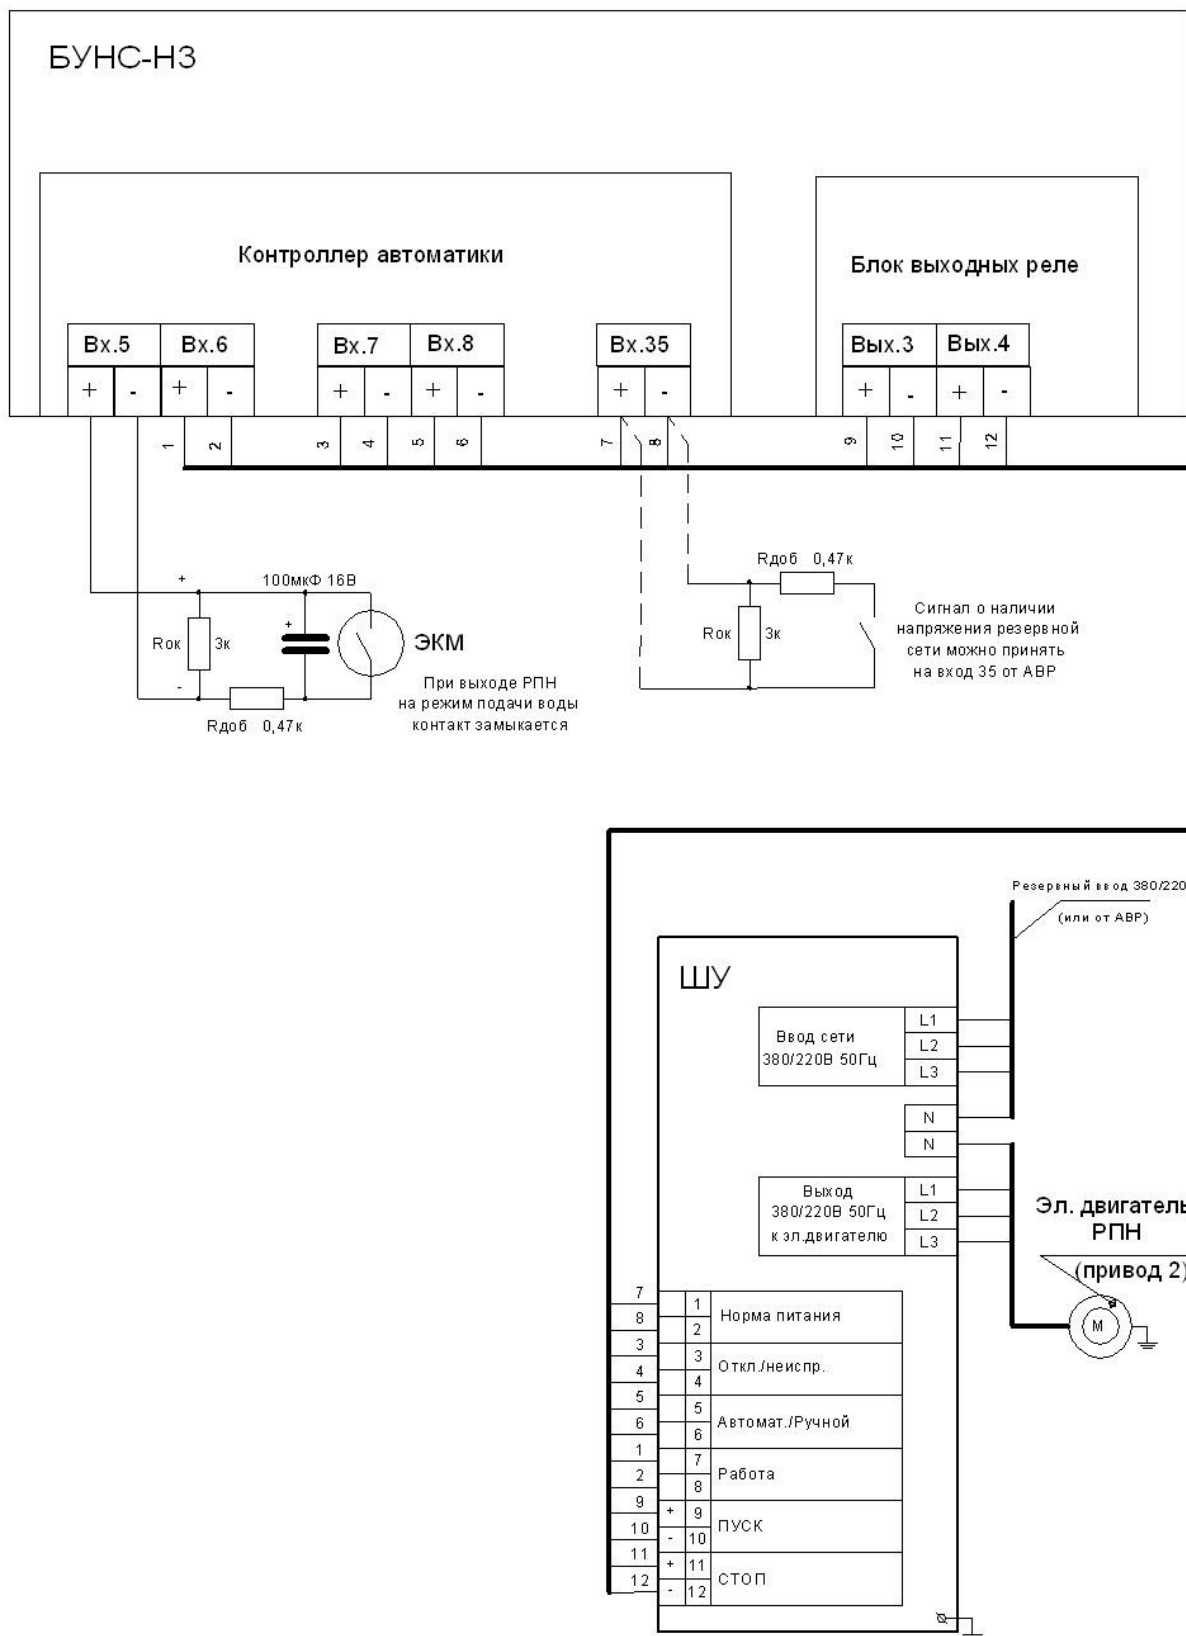

Рисунок 5.4
- рисунок 5.4 – резервного пожарного насоса (РПН) – привод 2;
- рисунок 5.4 – резервного пожарного насоса (РПН) – привод 2.